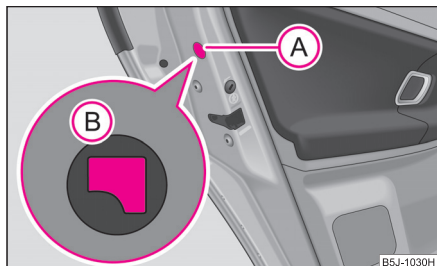

Abb. 23 Notverriegelung der Tür
- Bauen Sie die Blende **A** ab ⇒ Abb. 23.